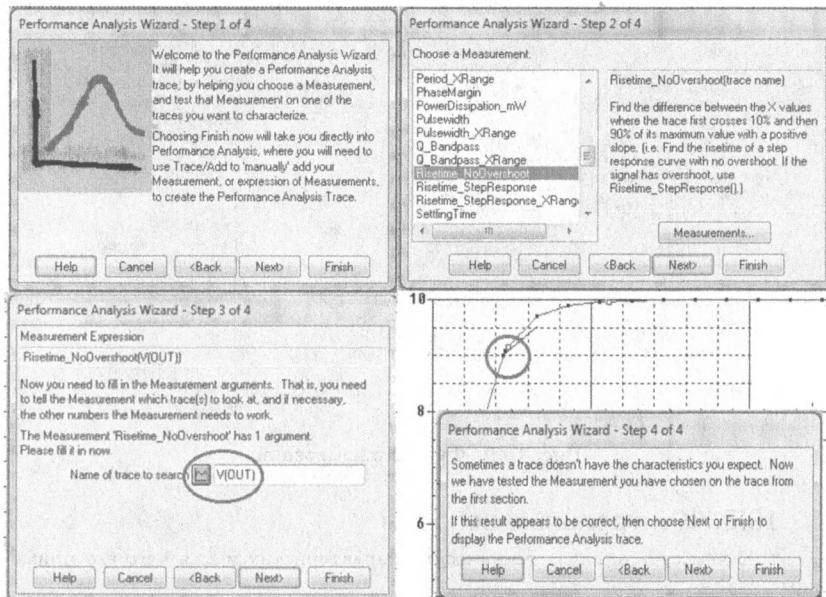

Рис. 10.7. Последовательность работы с мастером анализа производительности
2. Нажмите кнопку Wizard (Мастер). На каждом шаге мастер предоставляет информацию и рекомендации (рис. 10.7). Выполняйте указания и нажмайте кнопку «Далее».